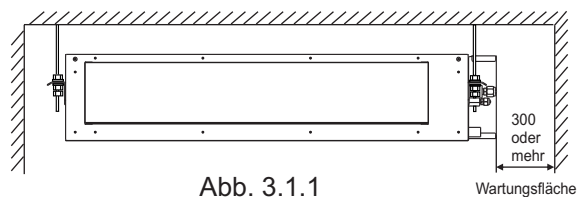
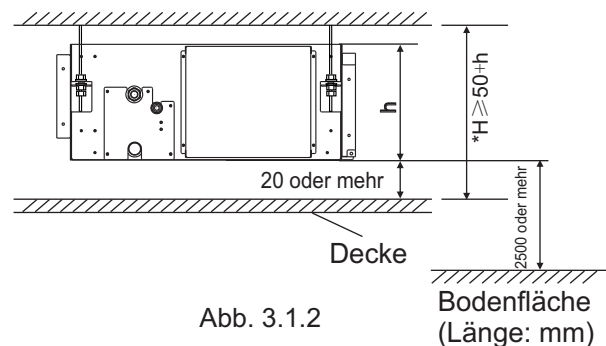

Abb. 3.1.1
Abb. 3.1.2
- Für die Wartung und Instandhaltung ist ein ausreichender Abstand gewährleistet (siehe Abb. 3.1.1, Abb.3.1.2)
- (1) Einlaufseitigen Flansch entfernen.